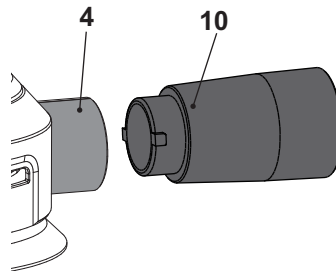

Fig. 7
> Faites tourner l'adaptateur d'extraction de poussière (10) dans le sens des aiguilles d'une montre pour le fixer à sa place.(Fig.7 )